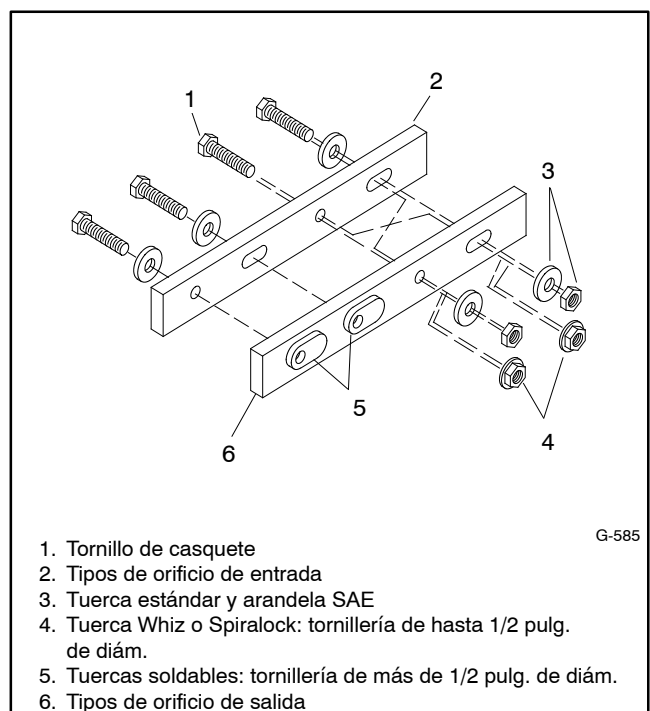

Figura 2 Combinaciones aceptables de tornillería
En el caso de los orificios de salida redondos y ranurados, determine si la tornillería mide más de 1/2 pulg. de diámetro o 1/2 pulg. de diámetro o menos. Las piezas de tornillería que midan *más de 1/2 pulgada* de diámetro usan una tuerca estándar y una arandela SAE. Las piezas de tornillería que midan *1/2 pulgada de diámetro o menos* pueden usar una tuerca whiz o spirallock con un par motor adecuado. Consulte la Figura 2.
4. Consulte la Figura 2, que describe las posibilidades de configuración de piezas metálicas anteriores.